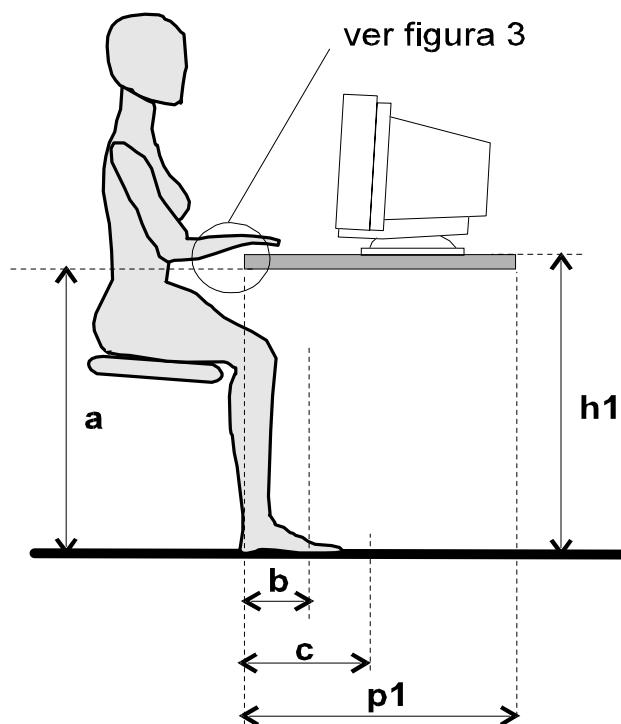

Figura 1 - Dimensões gerais da mesa de trabalho (vista lateral)
5.1.2.1.1 altura da mesa - h: Distância vertical medida do piso à face superior do tampo da mesa (ver figura 1 e tabelas 1 e 2):
5.1.2.1.3 profundidade da mesa - p: Distância horizontal medida entre as bordas frontal e posterior da mesa (ver figura 1 e tabelas 1 e 4):
5.1.2.1.4 altura livre sob o tampo da mesa - a: Distância vertical medida do piso à face inferior do tampo da mesa, que deve permitir a acomodação das pernas do usuário (ver figura 1 e tabela 1).
5.1.2.1.5 profundidade livre para o joelho - b: Distância horizontal, medida transversalmente à mesa a partir da borda de contato com o usuário, que deve permitir a acomodação das pernas do usuário (ver figura 1 e tabela 1).
5.1.2.1.6 profundidade livre para os pés - c: Distância horizontal, medida transversalmente à mesa a partir da borda frontal ao usuário, que deve permitir a acomodação dos pés do usuário (ver figura 1 e tabela 1).